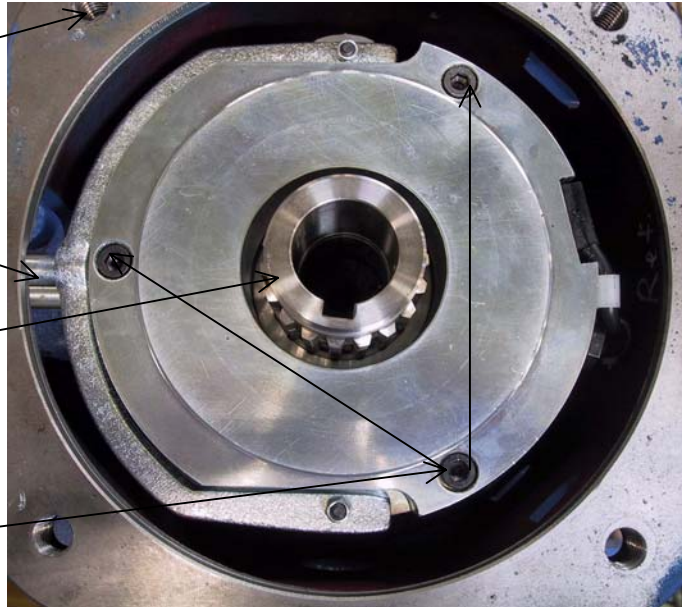

Abb. 15: Blick auf Flanschgehäuse und Bremse bei abgenommenen Motor
- Lösen Sie die 3 Befestigungsschrauben der Bremse und heben Sie die Bremse ab. (siehe Abb. 15)